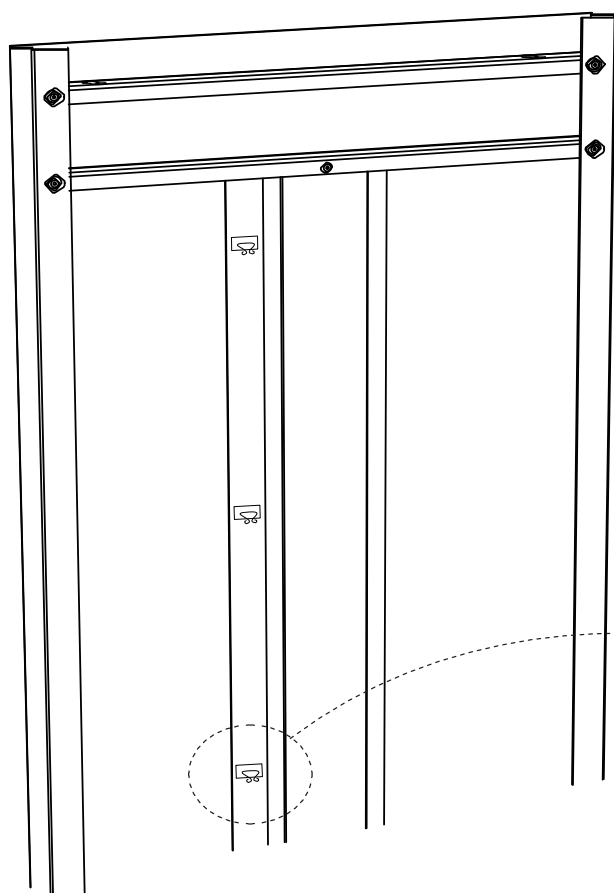

Bild. 2
2. Placera självhäftande fästen på likartade avstånd, för att hålla vajer på plats. (Se Bild.2).